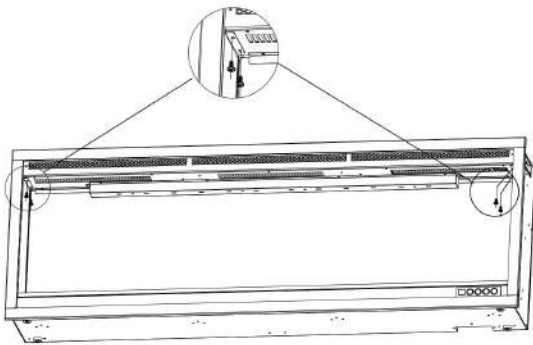

Fig. 2-1
1. Entfernen Sie vier Schrauben (zwei auf jeder Seite) an den beiden Seiten des Kamins. **Abb.2-1**